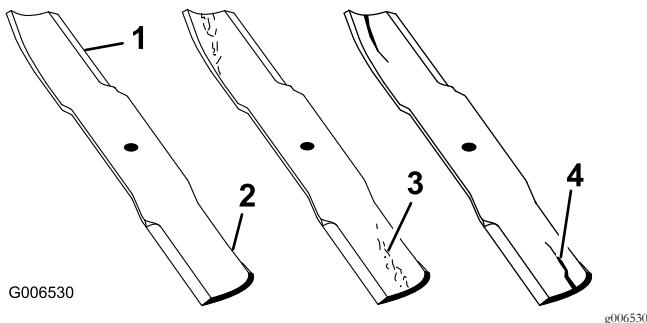

Figura 58
1. Ispécione as extremidades de corte (Figura 58).
4. Se verificar quaisquer fissuras, desgaste, ou a formação de ranhuras nesta área instale imediatamente uma lâmina nova (Figura 58).